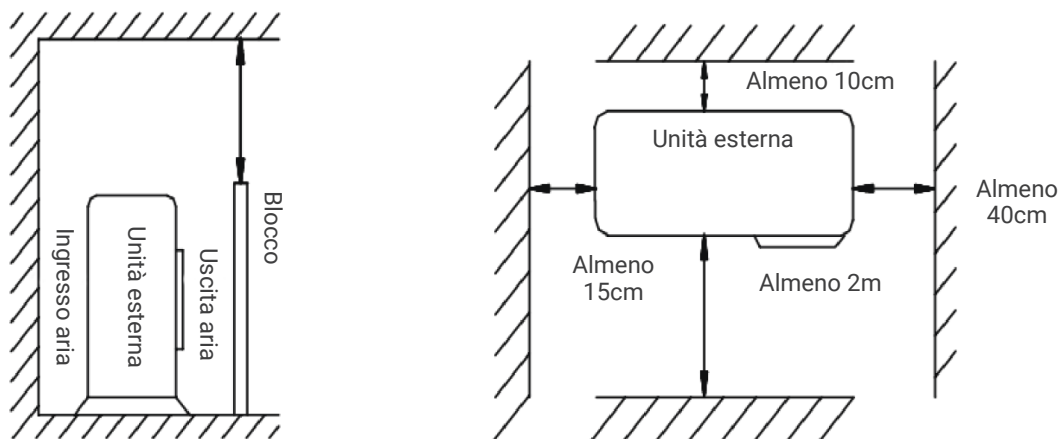

Fig.2
- La distanza di installazione deve essere richiesta come mostrato in Fig. 2.